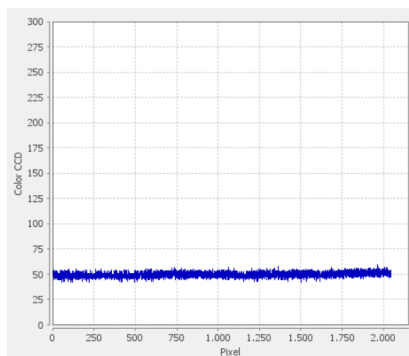

Figura 12: Sinal Azul teste 1
- Teste Azul 1: Apertar botão Atualizar Canal Azul, uma imagem como a figura 12 deve ser exibida na tela;